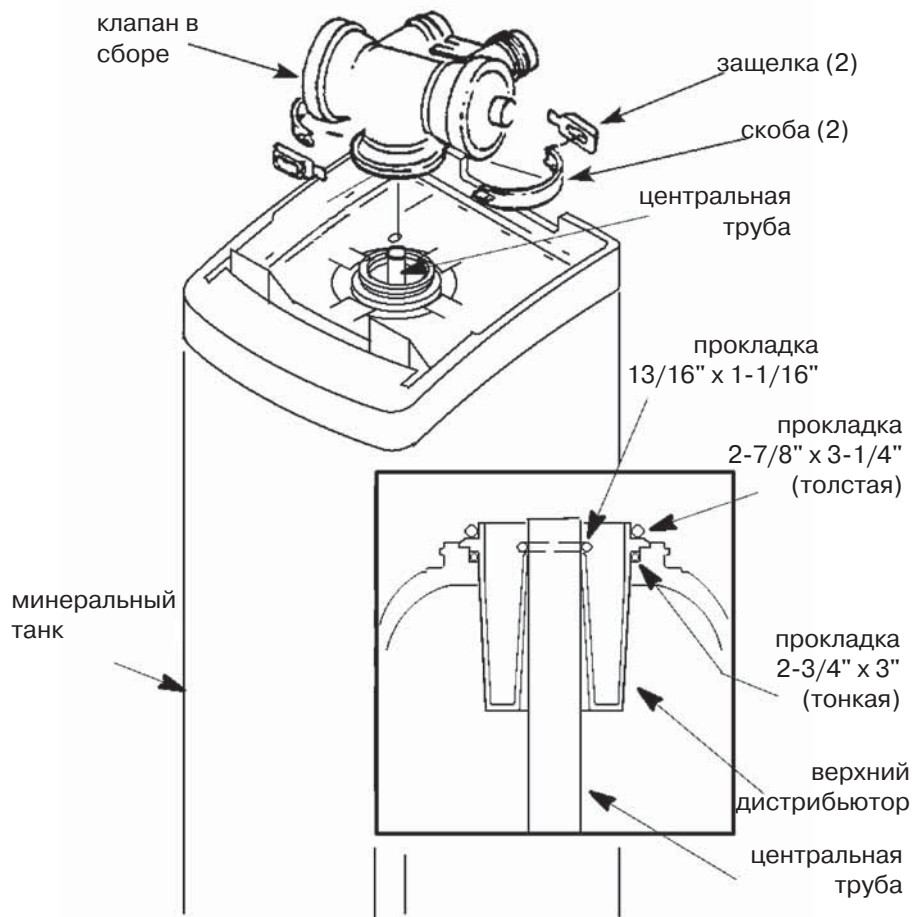

Рис. 2
1. Удалите стягивающие скобы (**рис. 2**), управляющий клапан, 3 резиновых кольца-прокладки и верхний дистрибьютор.
5. Установите верхний дистрибьютор и три кольца-прокладки, как показано на **рис. 2**.